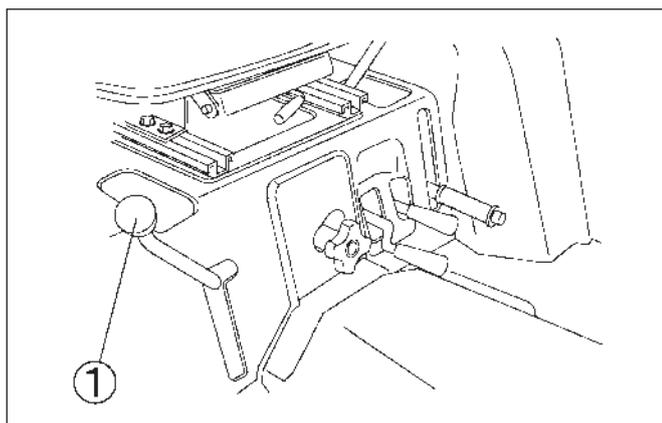

FIG. 4-29
**FIG. 4-29:** Quand le levier de blocage de différentiel, 1, est abaissé, les deux arbres d'entraînement sont verrouillés pour assurer une motricité identique aux deux roues arrière. Le blocage de différentiel est surtout intéressant pour rouler sur un sol meuble ou un terrain glissant.